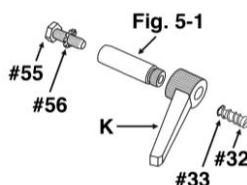

fig. 5
2. Démontez l'ensemble du levier de verrouillage, qui comprend un boulon à tête carrée (n° 55), une rondelle étoile (n° 56), un arbre cannelé (fig. 5-1), un levier (K) et une vis (n° 32) avec un ressort (n° 33) (fig. 5).